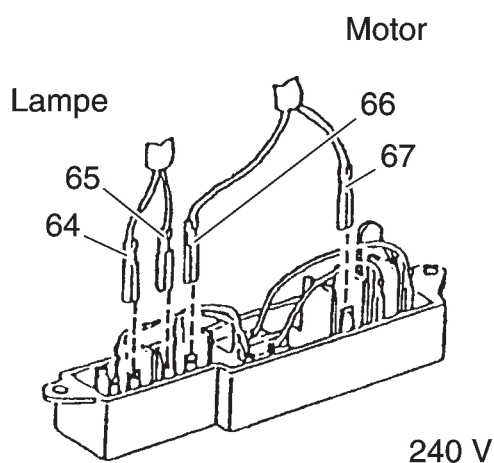

Рис. 43
- Насадите кабельные наконечники проводов лампы 64 (голубой) и 65 (коричневый), а также проводов двигателя 66 (коричневый) и 67 (голубой) согласно рис. 43.